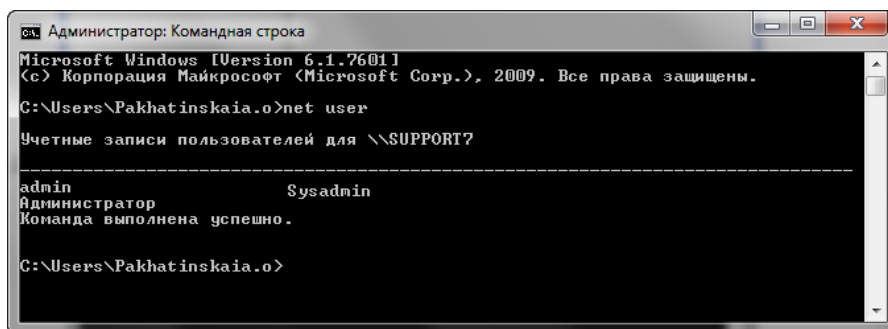

Рисунок 6.23 — Проверка списка пользователей через командную строку
- 2.3. Убедитесь, что пользователь был удален. Для этого в командной строке введите команду *net user* и нажмите клавишу *Enter*. В результате выполнения команды будет отображен список всех сетевых пользователей на вашем ПК (см. рисунок 6.23).